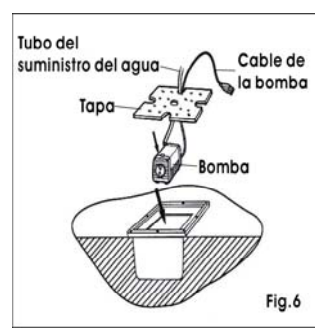

Fig.6
5. Una un extremo del tubo del suministro de agua a la parte inferior del soporte de la fuente y el otro extremo al enchufe de la bomba. Coloque la bomba en el lugar deseado de la cubeta con revestimiento de PVC (Fig. 6).